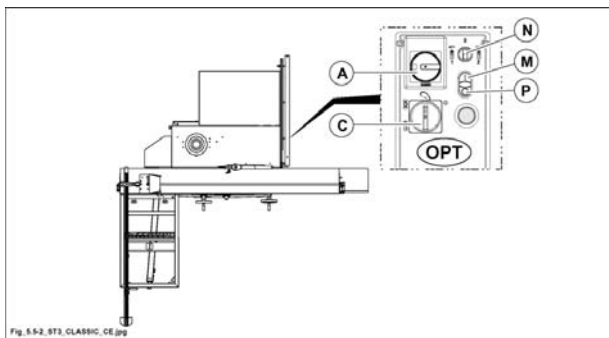

Fig. 5.5-2
- Ruotare il magnetotermico (A fig. 5.5-2) in posizione I.
- Ruotare il selettore (N fig. 5.5-2) verso sinistra e tenerlo in posizione. Premere il pulsante (M fig. 5.5-2) per avviare il gruppo operatore; lasciare il selettore (N fig. 5.5-2) che tornerà in posizione centrale.
- Premere il pulsante (P fig. 5.5-2).
- Portare il selettore del magnetotermico (A fig. 5.5-2) in posizione "0".
- Portare il selettore (C fig. 5.5-2) in posizione "0".
è vietato arrestare il motore ruotando il selettore (C fig. 5.5-2) sulla posizione
- Ruotare il selettore (N fig. 5.5-2) verso destra e tenerlo in posizione. Premere il pulsante (M fig. 5.5-2) per avviare il gruppo motore, lasciare il selettore (N fig. 5.5-2) che tornerà in posizione centrale.